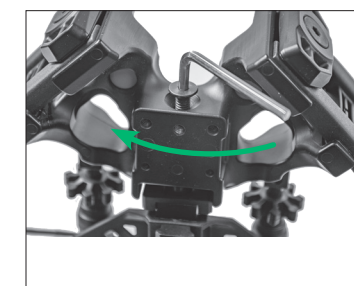

FIGURE 5
- 1d** Glissez le riser sur le rail. Installez et serrez le boulon du riser à l'aide de la clé hexagonale. Insérez la vis de serrage du boulon du riser pour empêcher que ce boulon ne se desserre. La serrer à l'aide de la clé hexagonale. (Fig. 5 et 6)